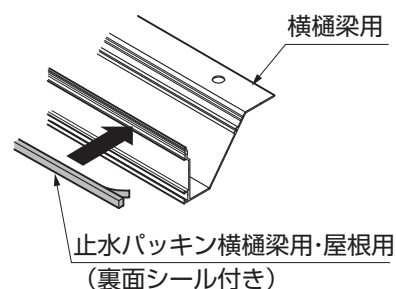

図13-4 止水パッキン
- ②横樋梁用の外側の縦面に止水パッキン横樋梁用・屋根用の裏面シールをはがし、貼付けてください。(図13-4参照)